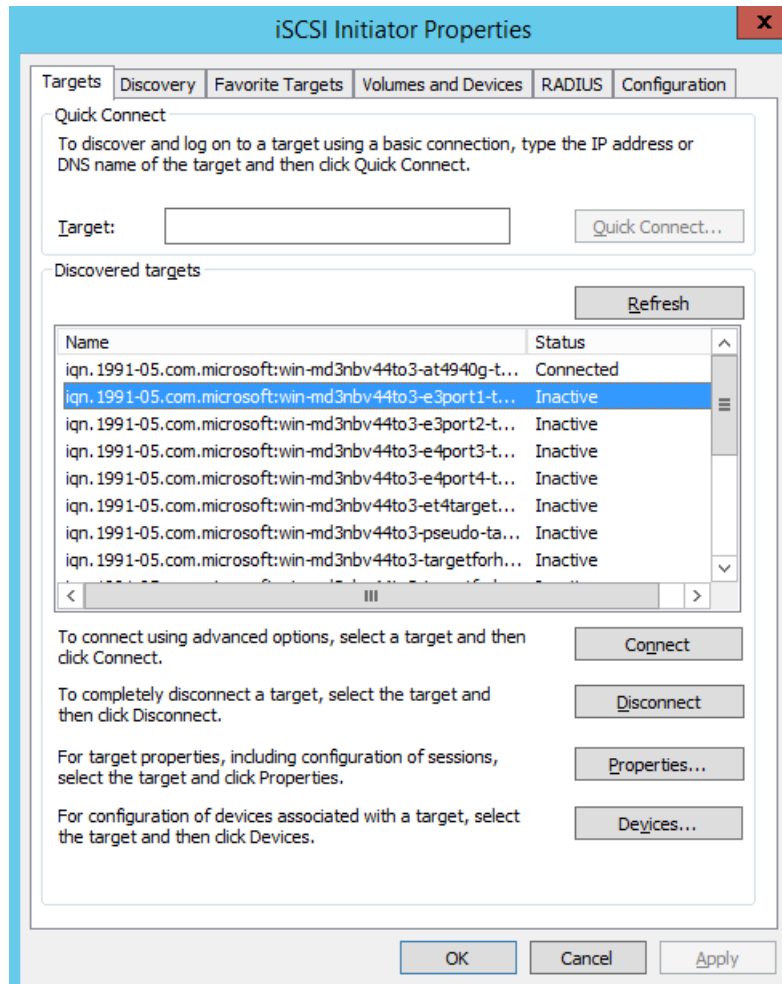

Ilustración 10-6. Conexión al destino iSCSI
- Haga clic en la pestaña **Targets** (Destinos) y, a continuación, en la página Targets (Destinos) (Ilustración 10-6), haga clic en **Connect** (Conectar).